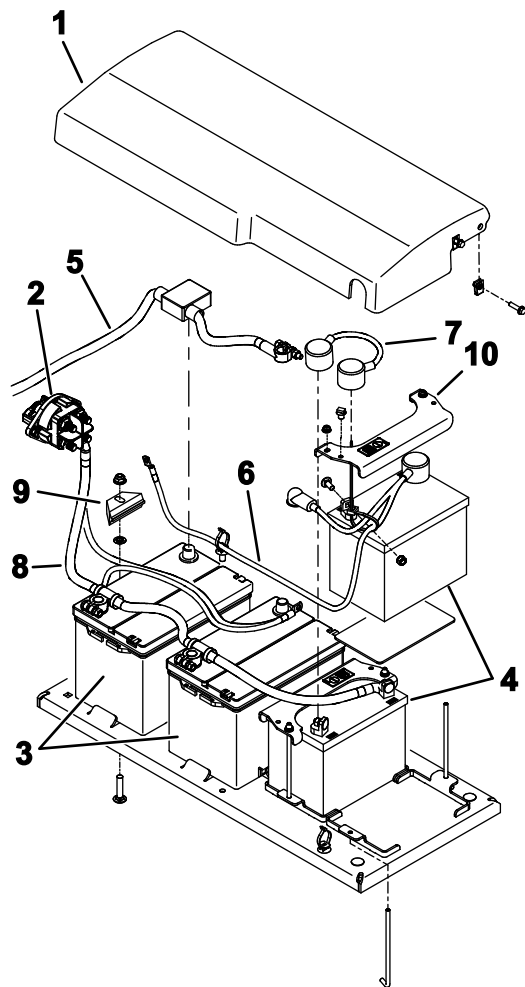

Bild 103
6. Entfernen Sie die Befestigungen, mit denen die Batterieabdeckung an der Maschine befestigt ist, und nehmen Sie die Abdeckung ab (Bild 103).
9. Nehmen Sie die Batterien vorsichtig aus der Maschine heraus (Bild 103).
1. Befestigen Sie die Batterien mit den Befestigungen (Bild 103).